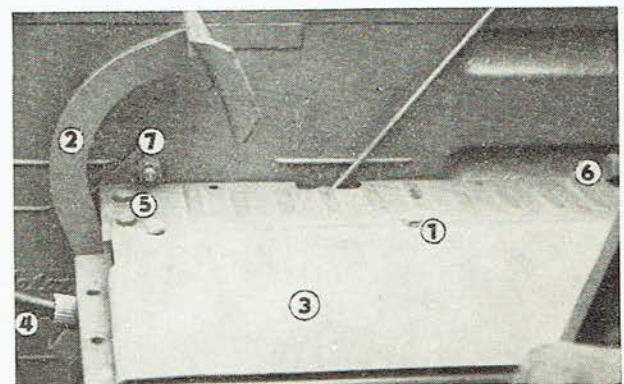

Abb. 93
1. Zwei Schrauben M 8 (Abb. 93/1) sind aus der Batterieabdeckung auszuschrauben.
2. Der Kupplungsfusshebel (Abb. 93/2) ist leicht niederzutreten, die Abdeckung der Batterie ist vorne über dem Kupplungsfusshebel anzuheben und in Richtung nach vorne zum Motor herauszuschieben. Im rückwärtigen Teil der Batterieabdeckung befindet sich ein Haken, der sich aus der abgeneigten linken Seite des Batteriekastens herauschiebt.
6. Zwei Muttern M 6 sind von den Schrauben M 6×10 im Fussboden (Abb. 93/5) auszuschrauben.
7. Aus dem Getriebegehäuse ist die Schraube M 10×15, welche den Boden am rückwärtigen Teil des Getriebegehäuses (Abb. 93/6) befestigt, auszuschrauben.
9. Zwei Muttern M 12 (Abb. 93/7) sind von den Stiftschrauben der Fussbodenkonsole abzuschrauben und die Schraube M 12×25 ist aus dem Getriebegehäuse auszuschrauben.